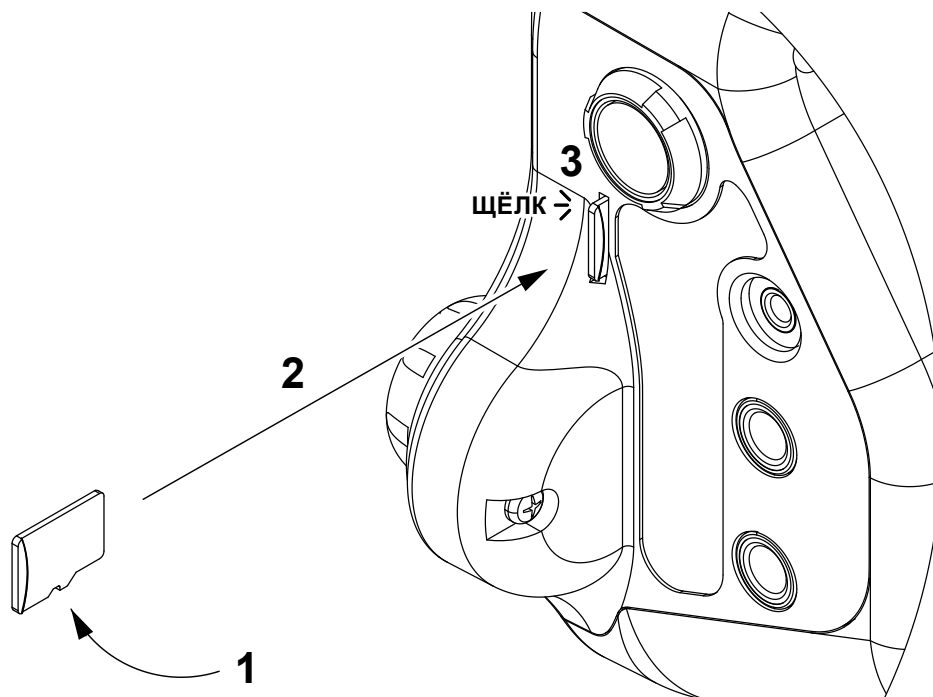

Рисунок 9 - Подключение микро SD-карты
- Микро SD-карта (при необходимости) (рисунок 9);